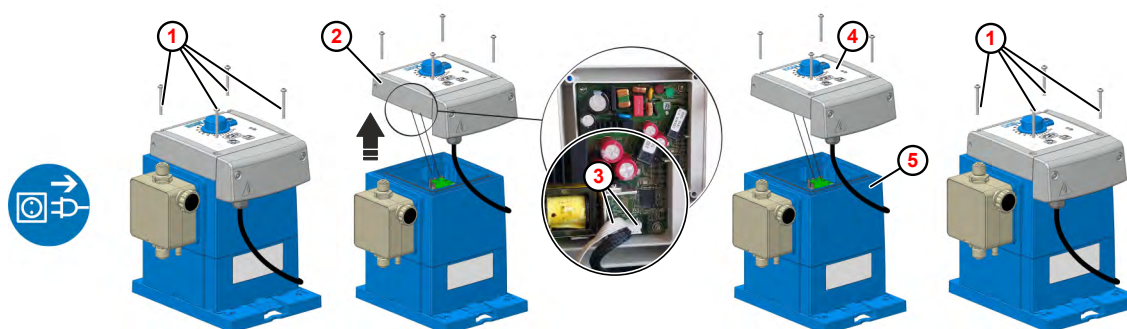

Fig. 18: Remplacement de l'unité de commande
2. ➤ Desserrer les vis de fixation (Fig. 18 , ①) de l'unité de commande ② .